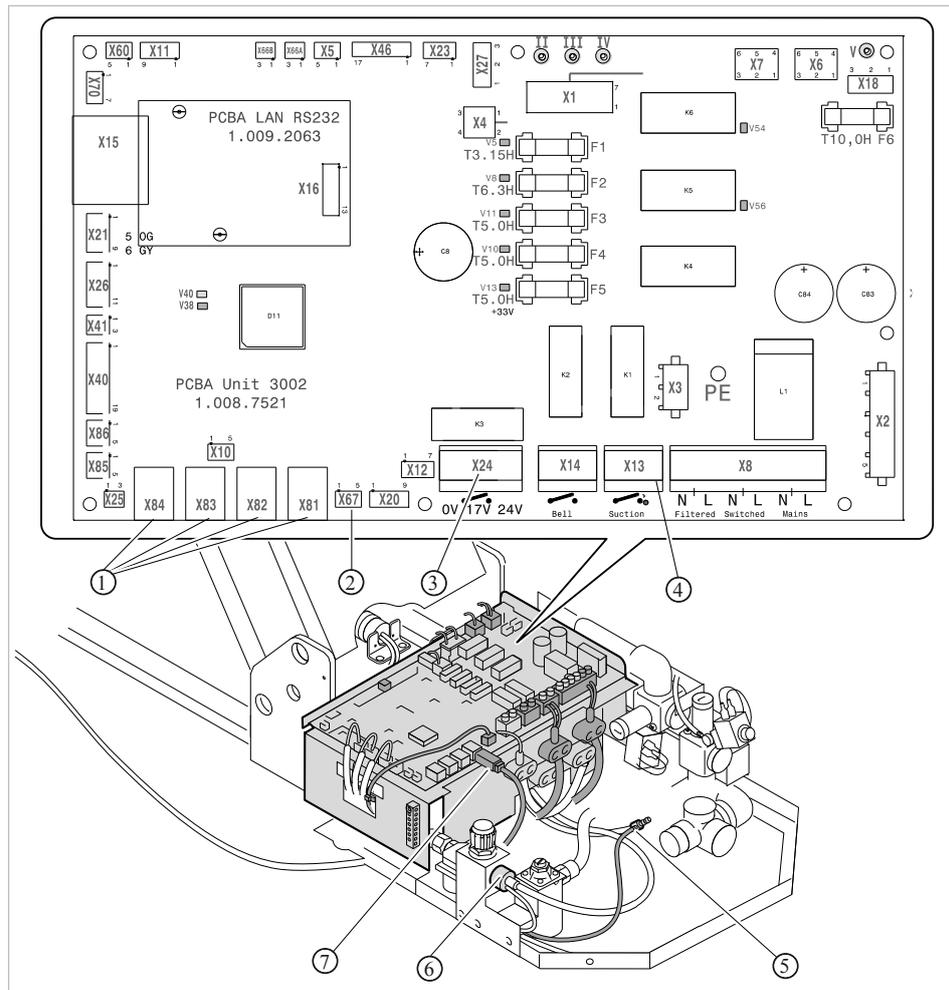

Fig. 2
- ▶ Conectar la alimentación del reóstato de pie ⑥ (ramal de cables, reóstato de pie) con la boquilla de empalme en el acoplamiento rápido del bloque de aire (véase fig. 2).
- ▶ Girar la arandela de seguridad ② y asegurarla contra una apertura con el tornillo Allen.
- ▶ Introducir el cable del suministro de agua del módulo del paciente (43) ④ en la boquilla ③ del bloque de agua y sujetarlo con una abrazadera.
- ▶ Introducir la manguera de aire roja ⑤ del separador de condensación en la pieza en T de la manguera del reóstato de pie (véase fig. 2).